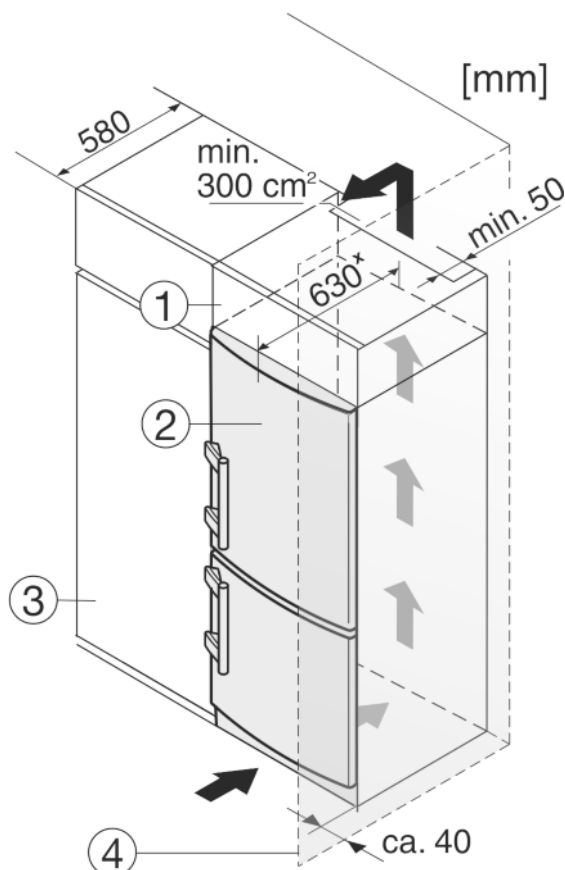

Fig. 9
- (1) Opbouwkast
- (2) Apparaat
- (3) Keukenkast
- (4) Wand
Het apparaat Fig. 9 (2) kan worden ingebouwd in de keuken. Om het apparaat aan de hoogte van het keukenblok aan te passen, kunt u er een passende opbouwkast Fig. 9 (1) op plaatsen.
Bij een ombouw met keukenkasten (diepte max. 580 mm) kan het apparaat direct naast de keukenkast Fig. 9 (3) worden geplaatst. Het apparaat steekt aan de zijkant 34 mm* en in het midden 50 mm* uit ten opzichte van het keukenkastfront.
Plaatst u het apparaat met de scharnierkant naast een muur Fig. 9 (4), dan moet de afstand tussen apparaat en muur minstens 40 mm bedragen. Dit in verband met het uitsteken van de deurgreep bij een geopende deur.